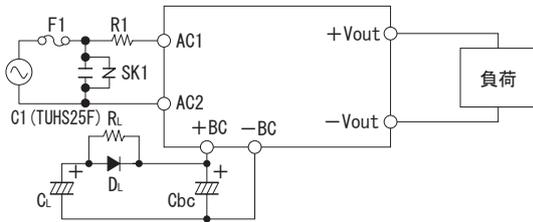

図4.5 長保持時間接続
- 図4.5のように接続することで、電源の保持時間を長く設定することができます。C_Lへの充電電流は1[A]程度となるようR_Lの設定をお願いします。D_Lは600[V]以上の耐圧品をお使いください。詳細はお問い合わせください。